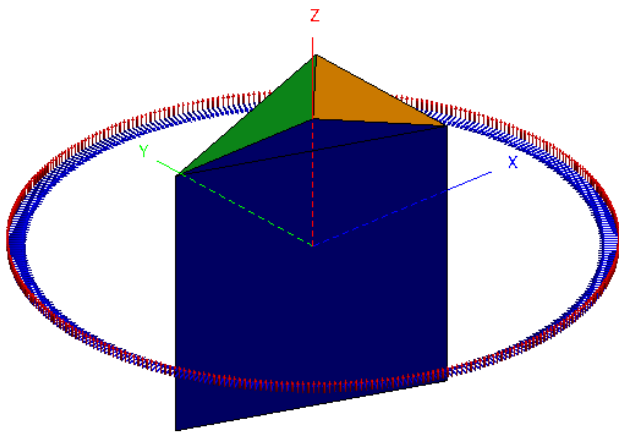

图 9-44 极化方式——垂直极化 (VV)
计算该目标体的单站 RCS 以及垂直极化 (VV)，如图 9-44 所示。